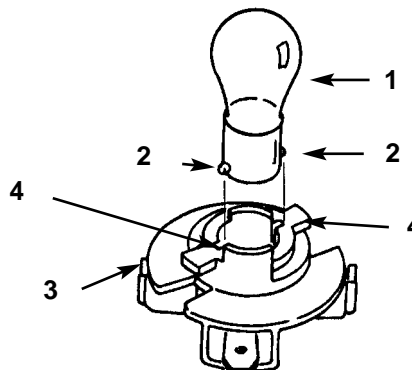

Bild 36
4. Die Birne im Gegenuhrzeigersinn eindrücken und drehen, bis sie den Anschlag erreicht (ca. $\frac{1}{4}$ Umdrehung), dann die Birne aus der Fassung entfernen (Bild 36).